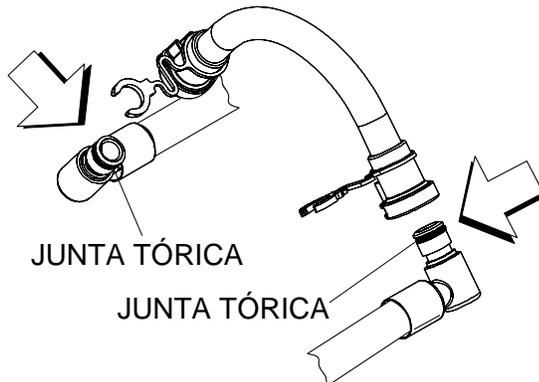

Figura 69
1. Lubrique las juntas tóricas de los conectores de la línea de jarabe con lubricante Taylor Lube HP. (Vea la figura 69).